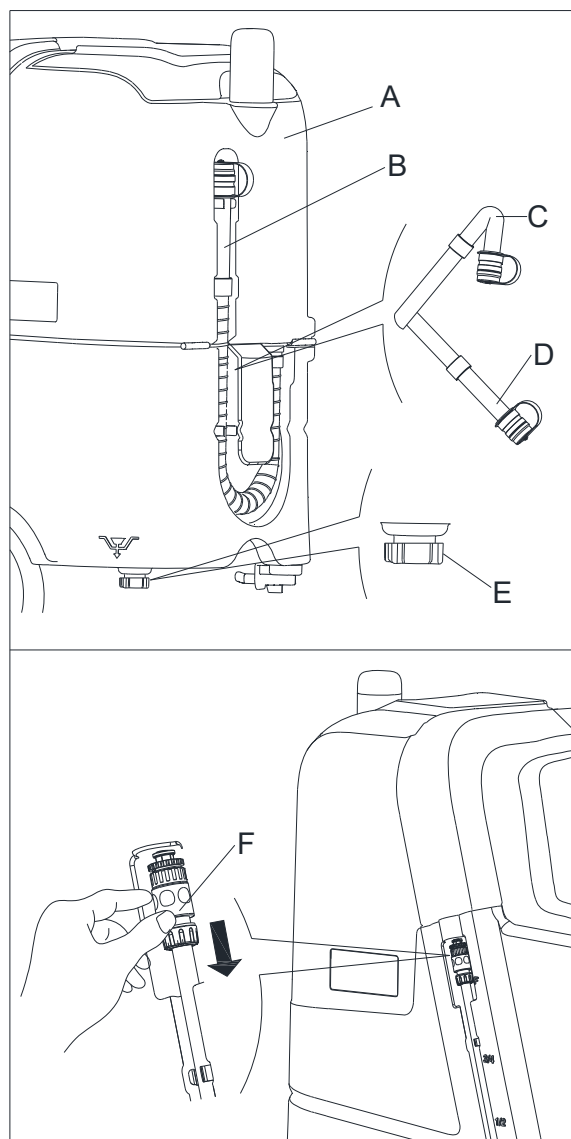

Figura 9
Atunci când LCD roșu (35, Figura 2) se aprinde, acesta indică că rezervorul de rezervă (A, Figura 9) este plin, motorul de aspirare nu mai funcționează și nu usucă suprafața; drenați rezervorul de rezervă în felul următor:
3. Drenați rezervorul folosind furtunul de drenaj (B, Figura 9), și după aceasta curățiți-l.
Când se evacuează apa uzată, furtunul de drenaj trebuie împăturit (C, Figura 9) și pus pe o poziție joasă (D, Figura 9) înainte de a deschide capacul de la furtunul de drenaj. Nu evacuați apa uzată în poziția verticală a furtunului pentru a se evita stropirea cu apă murdară a operatorului.
2. Goliți rezervorul de soluție prin capacul (E, Figura 9). Și apoi clătiți rezervorul cu apă curată. Apa poate fi de asemenea drenată prin deconectarea legăturii de drenaj (F, Figura 9).